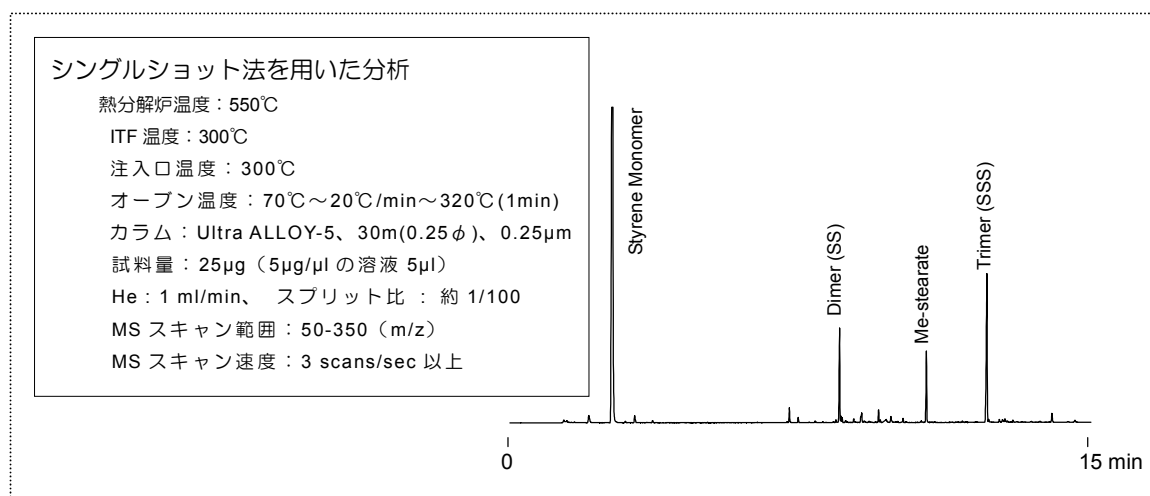

Fig. 5.3 シングルショット法によるパイログラム測定例
STEP2 熱分解装置と GC の分析条件の設定 (Fig. 5.3 参照)
得られたパイログラムには、ポリスチレンの熱分解生成物であるモノマー、ダイマー、トライマーおよびステアリン酸メチルのピークが観測されます (Fig. 5.3)。